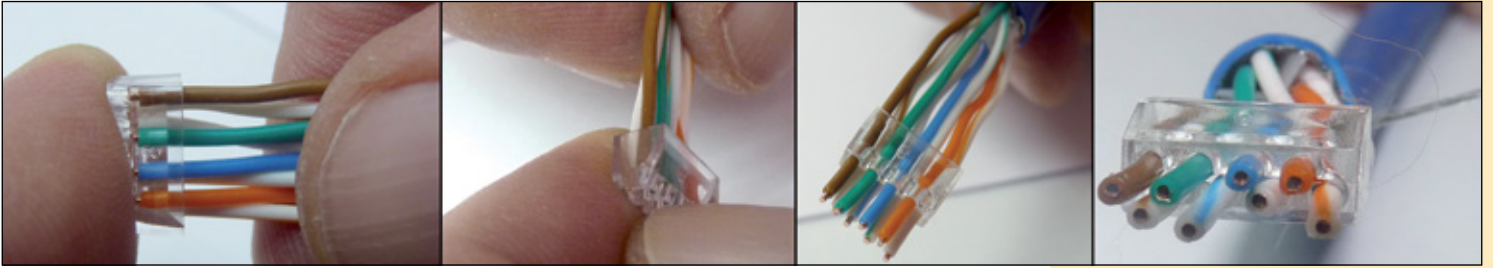

Figura 13
- 10 Inserte los conductores según la secuencia escogida en el **Organizer Insert**, tal como se muestra en el grupo de imágenes de la **Figura 13**.